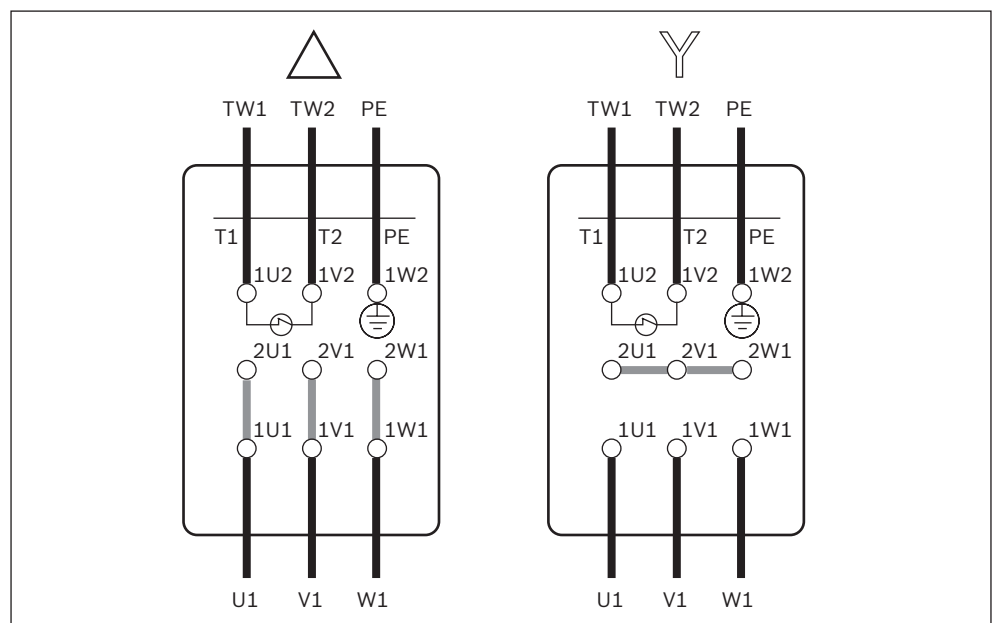

图 8 三角连接/星型连接的接线图
- 根据接线图星型连接或三角连接电机，见图 8 第 23 页和接线盒上的接线图。
- ▶ 为了更改电机的旋转方向，调换两根任意的电线 (U1、V1 或 W1，见 图 8，第 23 页)。